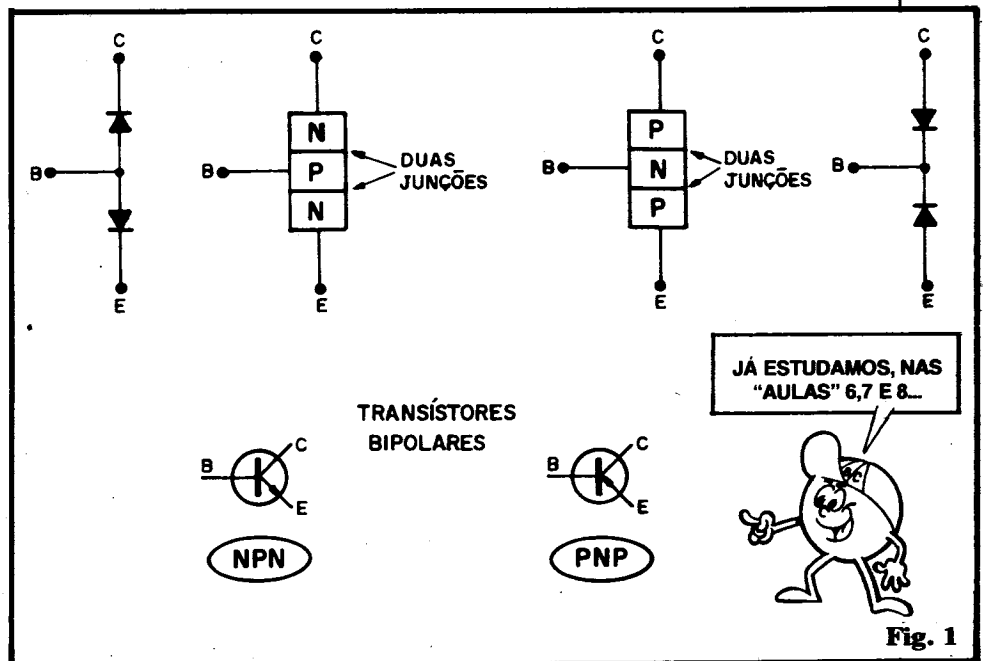

Fig. 1
- FIG. 1 - Inicialmente, vamos recordar um pouco o que aprendemos sobre os TRANSÍSTORES BIPOLARES comuns. O diagrama mostra, tanto pra um transistor NPN, quanto para um PNP, a estrutura interna do "sanduíche" de materiais semicondutores tipo P e N, a estrutura "equivalente" em termos de "diodos", representados pelas junções internas, e os respectivos símbolos... É fácil notar que os transistores bipolares mostram, na sua estrutura semicondutora, DUAS junções PN (ou NP, dependendo do "lado" pelo qual se "olha"...). Conforme vimos nas "Aulas" anteriores, devidamente polarizado, podemos controlar os portadores de corrente num transistor bipolar (elétrons livres ou "buracos", dependendo da polaridade do material...) de modo a fazê-lo funcionar ou como simples "chave eletrônica" (amplificador "tudo ou nada"...), ou como um "amplificador proporcional" (linear). Essas funções